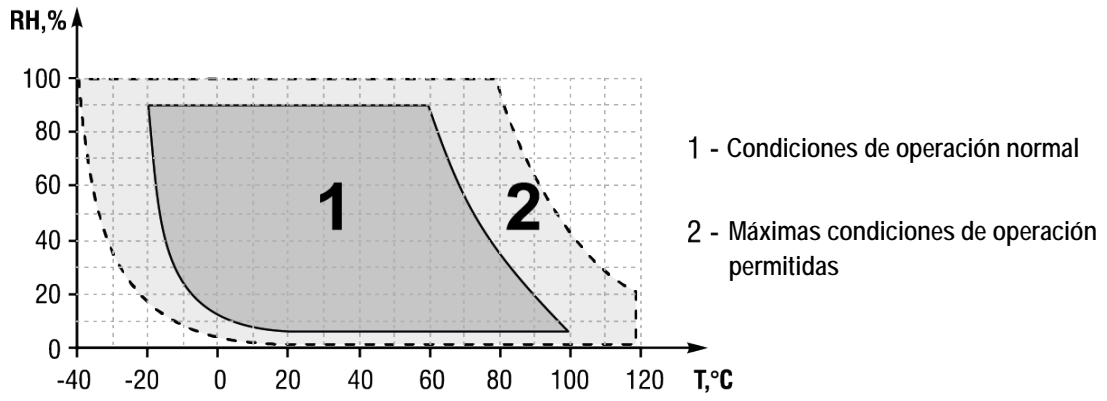

Fig. 2.1 Condiciones de operación
Condiciones de operación*	ver Fig. 2.1.
* Las condiciones normales de operación del equipo se muestran en la Fig. 2.1.